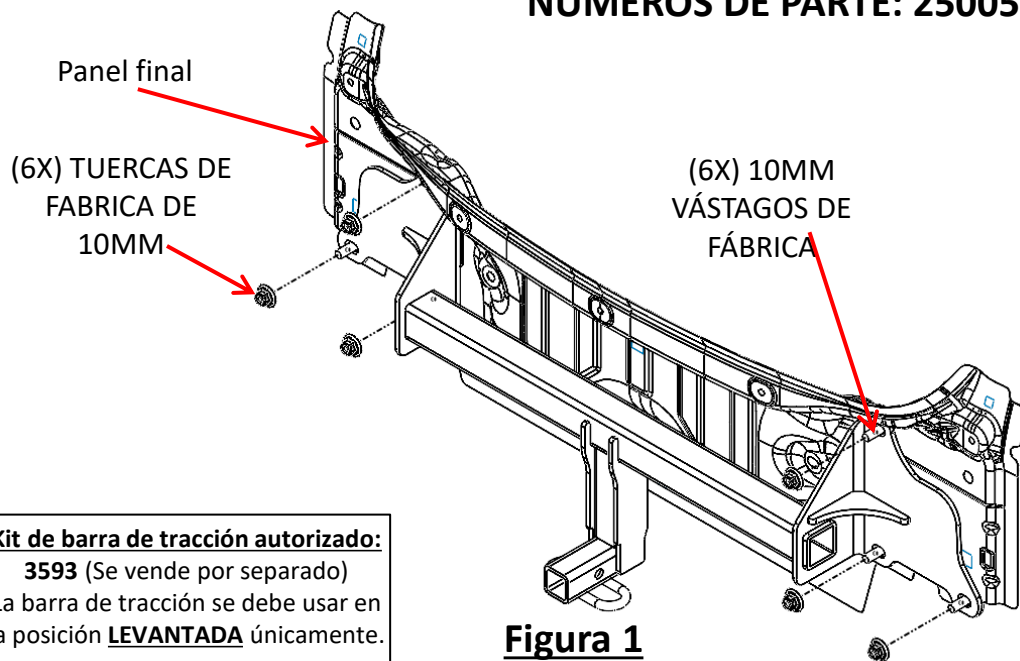

Figura 1
- Quitar los paneles laterales del maletero:** Dentro del baúl, usar herramientas para molduras plásticas para abrir los paneles del lado del conductor y lograr acceso a la luz trasera. Repetir el paso en el lado del pasajero. Con la mano, quitar los (2) toques de plástico del baúl en la parte superior de las luces traseras girándolos en sentido contrario del reloj.
- Quitar las luces traseras:** Dentro del baúl, desconectar los arneses de cables de la luz trasera detrás del panel del lado del conductor. Con un cubo de 8 mm, quitar las (2) tuercas que sostienen la luz trasera del vehículo al baúl y quitar. Con cuidado, retirar la luz trasera y poner a un lado. Con un cubo de 10 mm, quitar (1) tornillo después de quitar la luz trasera. Repetir los pasos en el lado del pasajero.
- Aflojar el revestimiento del receptáculo de la rueda:** Con un destornillador de cabeza plana y una broca T25, separar el revestimiento del receptáculo de la rueda en el lado del conductor de la fascia trasera quitando (3) remaches de plástico y (1) tornillo Torx dentro del guardabarros de la rueda trasera. Repetir los pasos en el lado del pasajero.
- Aflojar parcialmente el panel de apariencia de la carrocería inferior trasera:** Desconectar la parte inferior de la fascia y el panel de apariencia de la carrocería del vehículo. Usar un destornillador de cabeza plana para quitar (2) cubiertas plásticas. Luego, quitar los (7) tornillos del panel de apariencia. En algunos modelos está presente un octavo tornillo. Halar hacia abajo del panel de apariencia trasera para lograr acceso a este tornillo.
- Quitar parcialmente el sensor:** Usar un cubo de 10 mm, quitar los (5) tornillos del sensor en la parte superior de la barra de impacto. Dejar que el sensor cuelgue para lograr acceso a las placas base de la barra de impacto. Guardar los tornillos para una reinstalación posterior.
- Instalar el enganche:** Levantar el enganche en su posición. Apretar ligeramente las tuercas de fábrica al enganche. **Ver Figura 1.**
8. Instalar el enganche: Levantar el enganche en su posición. Apretar ligeramente las tuercas de fábrica al enganche. Ver Figura 1.